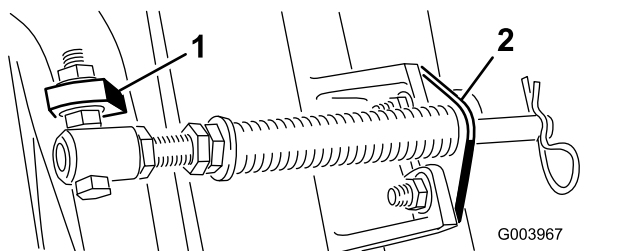

Рисунок 5
4. Присоедините кронштейн штока к выступам режущих блоков с помощью каретных болтов и гаек (Рисунок 5).